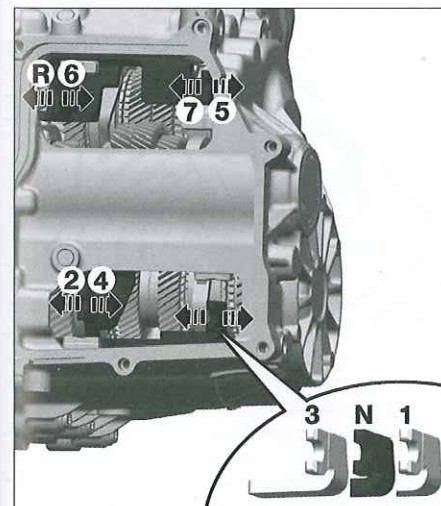

Fig. 17
- Asegurarse de que todas las horquillas se encuentran en punto muerto (Fig.17).